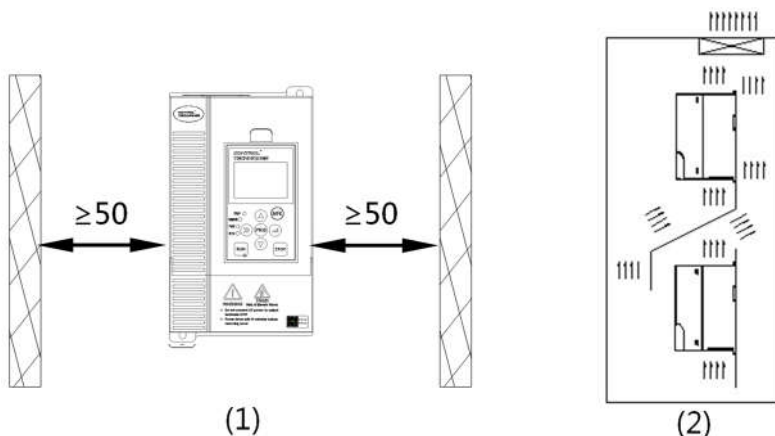

Рис.3-1 Схема размещения привода в шкафу
Чтобы не препятствовать охлаждению привода, он должен быть установлен вертикально с сохранением определенного пространства, как показано на Рис. 3-1
- При установке нескольких приводов в один шкаф, друг над другом, необходимо использовать воздушный дефлектор, как показано на Рис. 3-1(2)